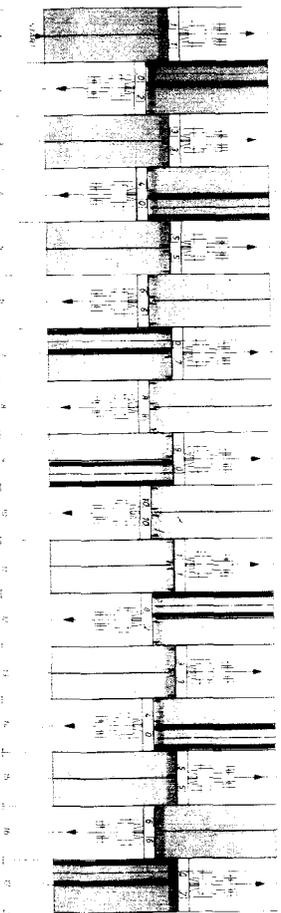

Fig. 75
16.3.2 Esquema (fig. 75) para marcado de rodadas cada 12 m en las sembradoras AMAZONE D8-48 EN con dos desconexiones cada 10 pasadas